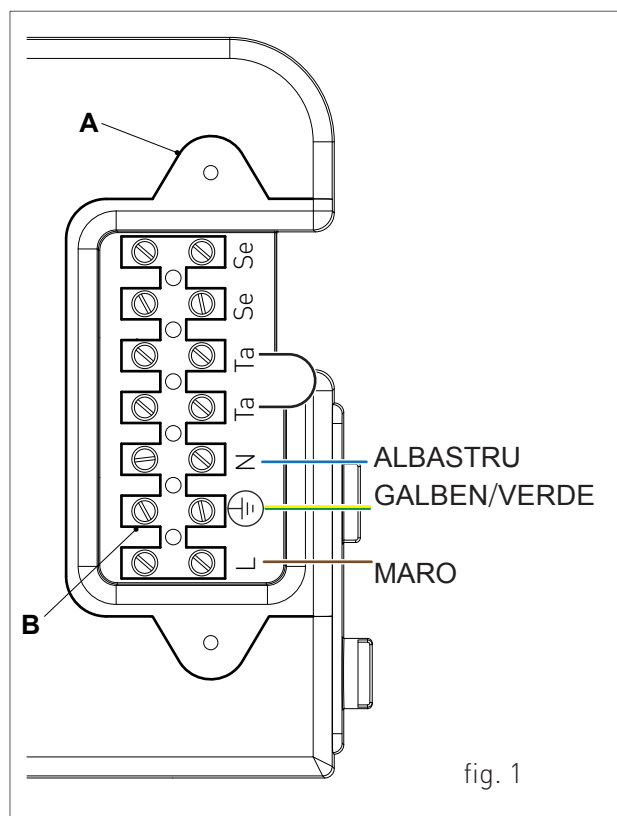

fig. 1
- > Slăbiți cele două șuruburi și scoateți placa „A” (vezi fig. 1).
- > După scoaterea plăcii, conectați cablurile electrice la borna „B”(vezi fig. 1):